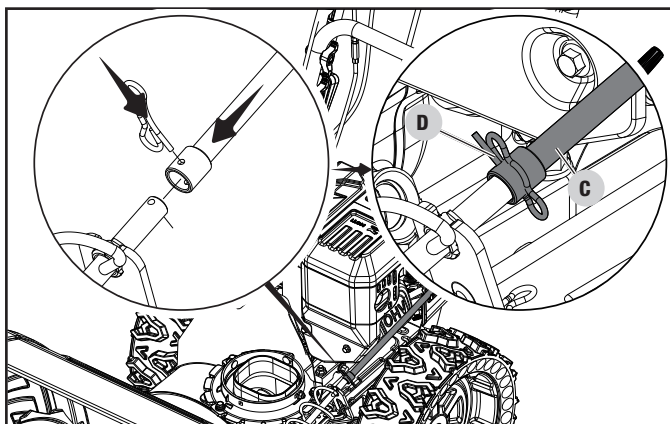

Figure 8B
2. Glissez le coupleur de la manivelle de la goulotte (C) sur l'arbre de l'engrenage à vis sans fin de la goulotte. Tournez la manivelle de la goulotte (C) jusqu'à ce que le trou de connexion soit aligné. Poussez la goupille B (D) à travers le trou de connexion (fig. 8B vue agrandie dans le cercle).